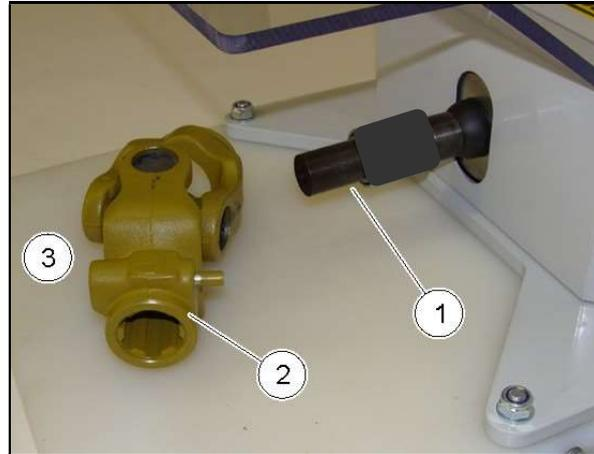

Fig. 11
1. Setzen Sie den Austreiber / erforderlichen Dorn (1) in das Schnellwechselsystem ein. Der Durchmesser des Dornes muss dem Durchmesser der Augenbohrungen der Gabel entsprechen.
2. Legen Sie das Gelenk (2) auf die Montagefläche (3) ab, wie in Fig. 11 gezeigt.